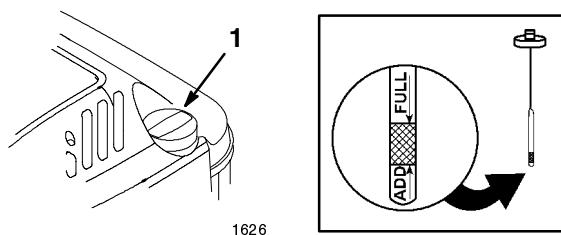

Figure 50
Avant chaque utilisation, vérifiez que le niveau d'huile arrive entre les repères maximum (*Full*) et minimum (*Add*) de la jauge (Fig. 50).
- Nettoyez la surface autour de la jauge (Fig. 50).
- Voyez le niveau d'huile indiqué par la jauge (Fig. 50).